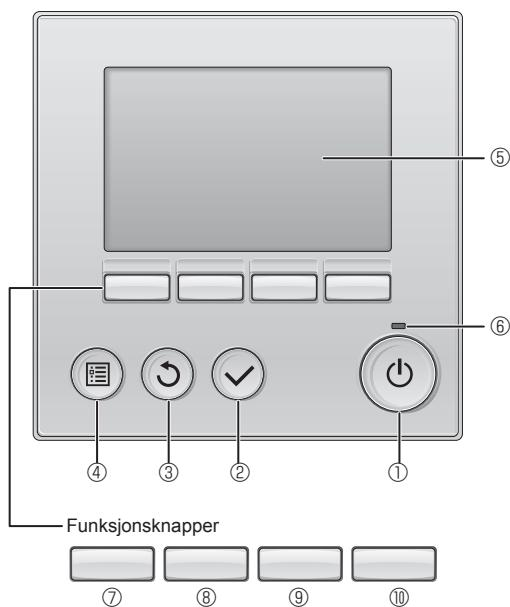

Fig. 6-1
6.2.1. Bruke den trådløse fjernkontrolen (Fig. 6-1)
① [PÅ/AV]-knapp